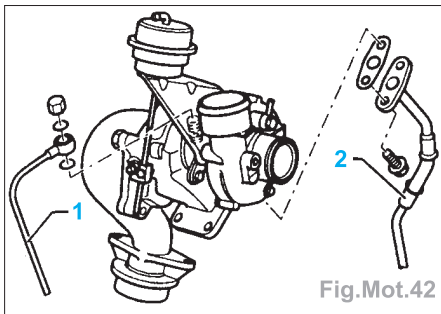

Fig.Mot.42
- le tuyau de raccord (2),
- Dévisser la conduite d'alimentation en huile (1) et la conduite de retour d'huile (2) du turbocompresseur (Fig.Mot.42).